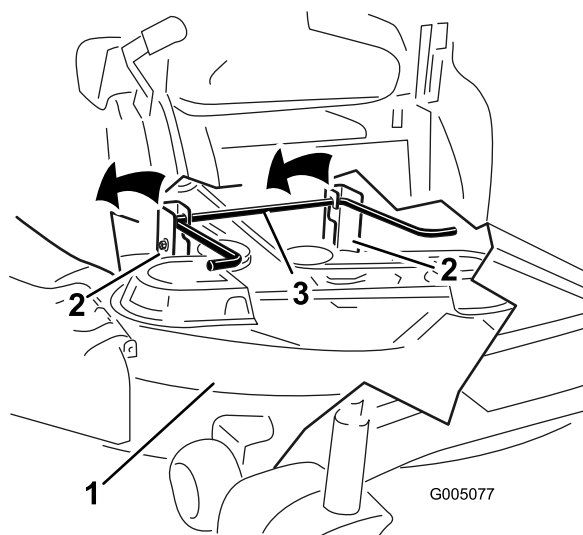

Figure 56
- Soulevez l'arrière du tablier de coupe et guidez les supports sur la tige de levage arrière (Figure 56).